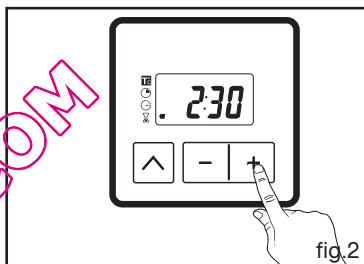

fig.2
- Appuyez sur la touche " " pour valider ou attendre quelques secondes (fig.2).